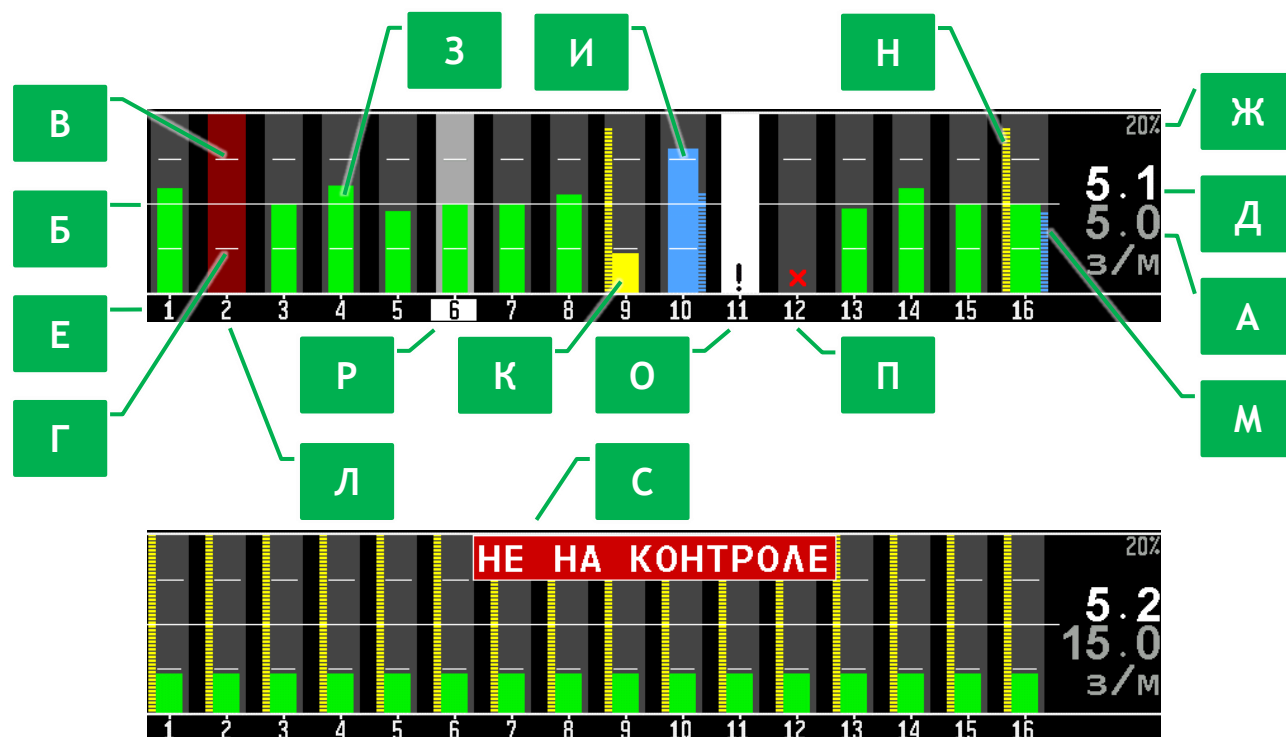

Рисунок 12 Диаграмма контроля высева в режиме контроля «Точный»
Для режима контроля «Точный» диаграмма состоит из следующих элементов (см. Рисунок 12):
[Ж] Показывает заданное значение параметра «Масштаб Пид, %» (масштаб пропусков и двойников, см. пункт 7.2.2.5.3 стр.45) из меню настроек «Параметры диаграммы». Высота столбиков пропусков (см. Рисунок 12, п.[Н]) и двойников (см. Рисунок 12, п.[М]) пропорциональна их текущему уровню в заданном масштабе.
- Зеленым цветом (см. Рисунок 12, п.[З]), если поток семян в пределах допустимого отклонения от заданной нормы (нормальное состояние).
- Синим цветом (см. Рисунок 12, п.[И]), если поток семян больше максимального допустимого отклонения от заданной нормы (аварийное состояние).
- Желтым цветом (см. Рисунок 12, п.[К]), если поток семян меньше минимального допустимого отклонения от заданной нормы (аварийное состояние).
[М] Синий пунктирный столбик диаграммы показывает уровень двойников по данному сошнику (на рисунке - по шестнадцатому). Высота столбика пропорциональна текущему уровню двойников в заданном масштабе (см. Рисунок 12, п.[Ж]).
[Н] Желтый пунктирный столбик диаграммы показывает уровень пропусков по данному сошнику (на рисунке - по шестнадцатому). Высота столбика пропорциональна текущему уровню пропусков в заданном масштабе (см. Рисунок 12, п.[Ж]).